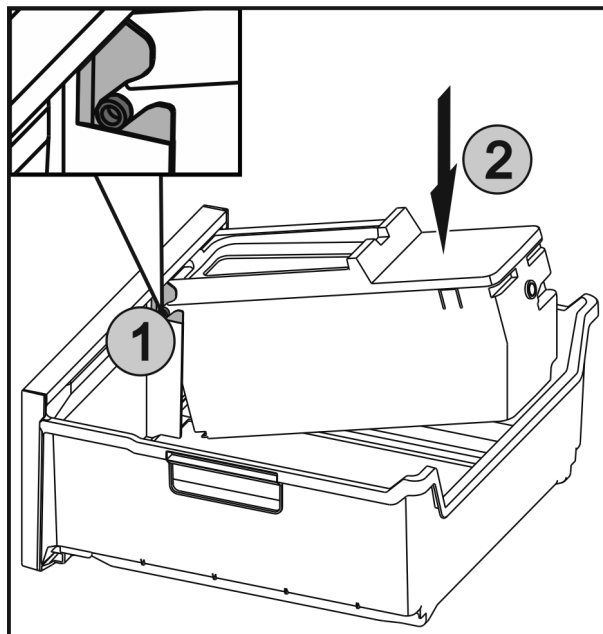

Fig. 54
- ▶ Zasuňte osy Fig. 54 (1) na EasyTwist-Ice do vedení a zatlačte zadní stranu Fig. 54 (2) tak, aby západka zaklapla.